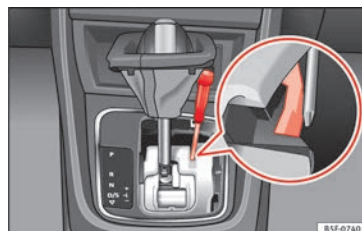

Fig. 55 Levier sélecteur : déverrouillage d'urgence de la position de parking.
- Avec un tournevis, appuyez latéralement sur la languette jaune de déverrouillage et maintenez la pression **fig. 55**.